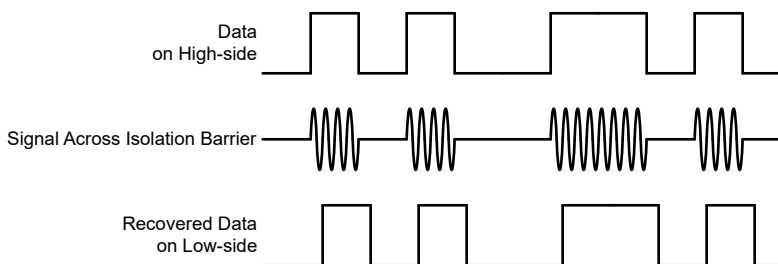

図 6-4. OOK ベースの変調方式
AMC23C12-Q1 は、 SiO_2 ベースの絶縁バリア越しにコンパレータの出力状態を送信するため、図 6-4 に示すオン / オフ キーイング (OOK) 変調方式を採用しています。「機能ブロック図」に示す送信ドライバ (TX) は、デジタル 1 を表すために内部で生成された高周波キャリアを絶縁バリア越しに送信します。デジタル 0 を表す信号は送りません。